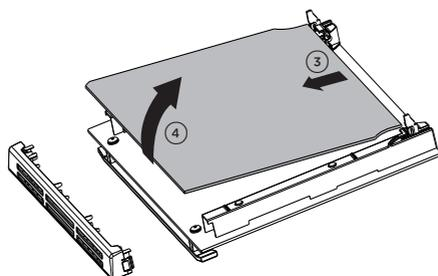

Fig. 10.21
- Sollevare ed estrarre delicatamente il vetro interno sganciandolo dagli arresti inferiori. Non inclinare troppo il vetro per evitare di danneggiarlo (fig. 10.21).